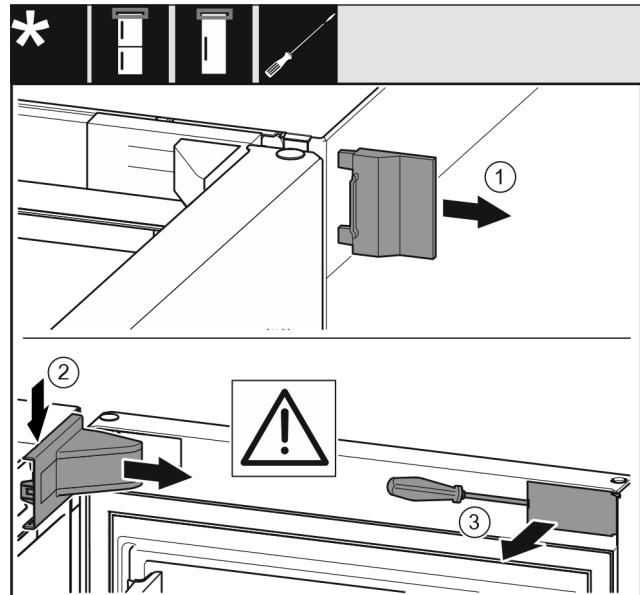

Fig. 6
- Sejměte vnější kryt. Fig. 6 (1)
- Odjistěte a uvolněte kryt stojanu ložiska. Sejměte kryt stojanu ložiska. Fig. 6 (2)
- Plochým šroubovátkem vyjměte záslepku a otočte ji ke straně. Fig. 6 (3)